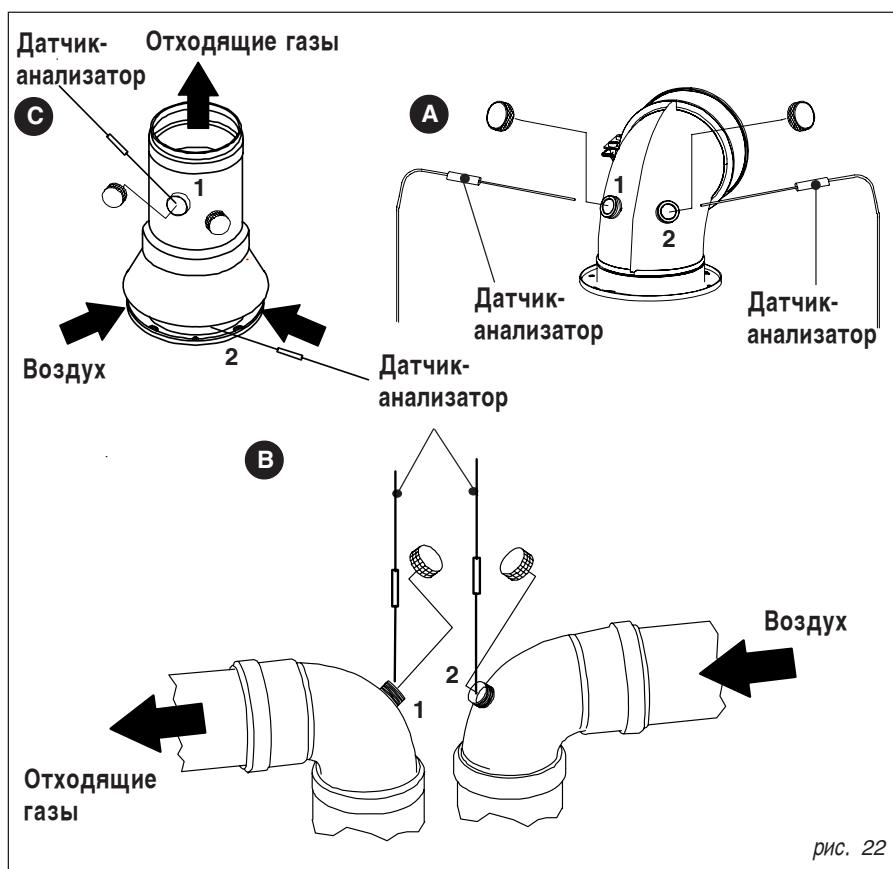

рис. 22
- показатель температуры воздуха, забираемого из соответствующего отверстия 2 (см. рис. 22)
- показатель температуры отходящих газов и CO₂, полученного из отверстия 1 (см. рис. 22).